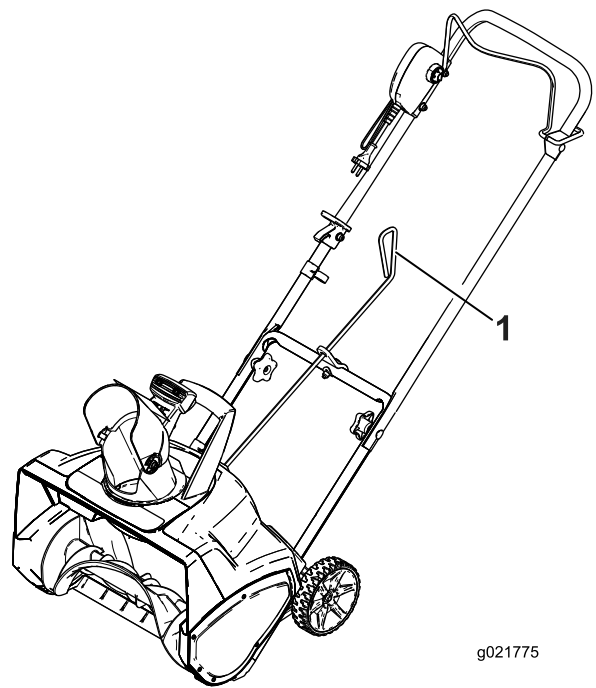
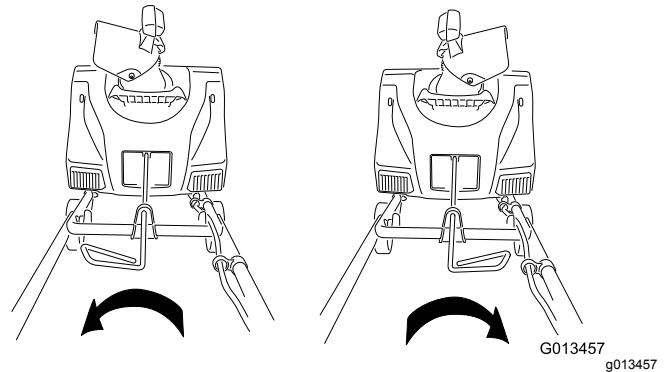

Bild 6
Bild 7
4. Stellen Sie sicher, dass der Griff der Auswurfkanal-Schaltstange nach oben (Bild 6) zeigt, und stecken Sie die Stange in das gekeilte Loch hinten am Gehäuse.
6. Bewegen Sie den Griff an der Auswurfkanal-Schaltstange, um sicherzustellen, dass sie sich in der gleichen Richtung wie der Auswurfkanal bewegt (Bild 7).
Bewegen Sie zum Einstellen des Auswurfkanals den Griff an der Auswurfkanal-Schaltstange in die Richtung, in der Sie den Schnee auswerfen möchten (Bild 6 und Bild 7).